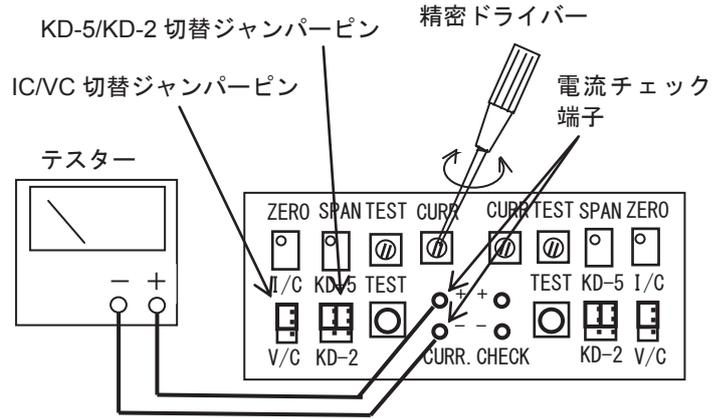

図 10. センサ電流調整要領
2) KD-5/KD-2 切替ジャンパーピン (次ページ図 10 参照)
3) I/C/V/C 切替ジャンパーピン (次ページ図 10 参照)